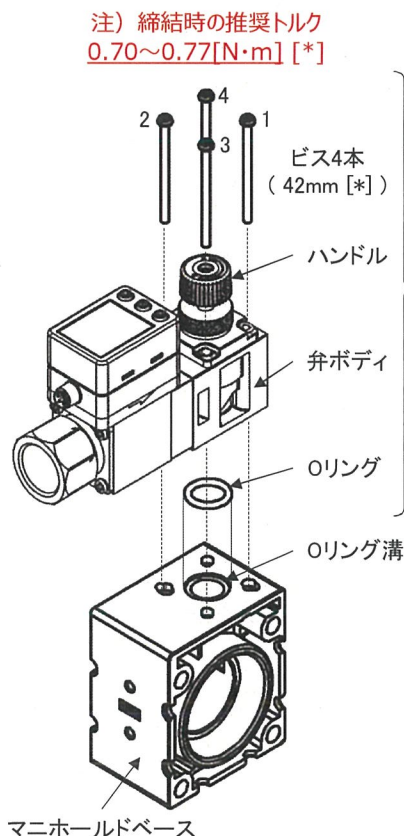

図3. リターンユニット交換図
手順① 各ユニット上面のビス4本を緩め各ユニットとOリングを取り外してください。(図3,4参照)
(再組立) Oリングがフィットする位置に交換用ユニットをセットしてください。(図3,4参照)
手順③ 各交換用ユニット付属のビス4本でマニホールドベースに固定してください。(図3,4参照)